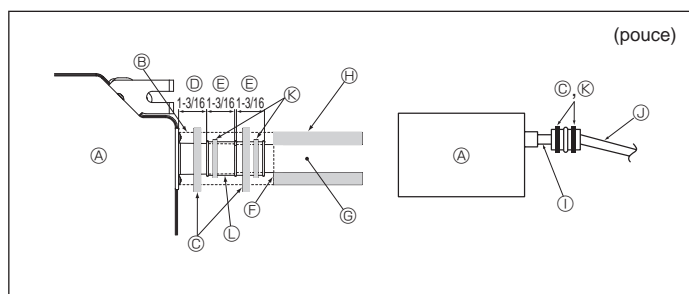

Fig. 3-2
1. Raccordez la prise d'écoulement (fournie avec l'appareil) à l'orifice de drainage. (Fig. 3-2)